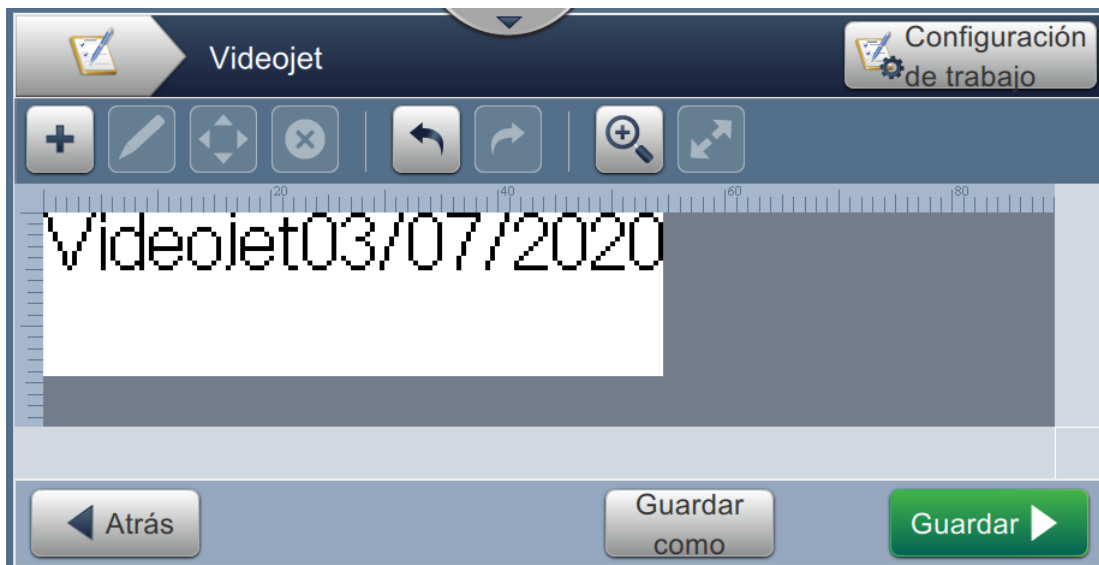

Figura 5-24: Campo de fecha
21. Pulse el botón  para guardar los cambios efectuados. El campo de fecha queda insertado en el trabajo, como se muestra en la Figura 5-24.